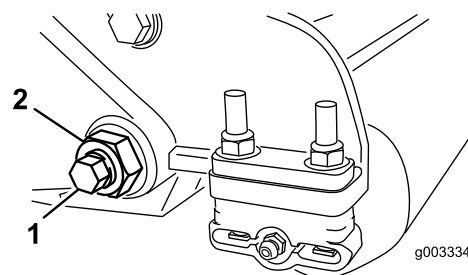
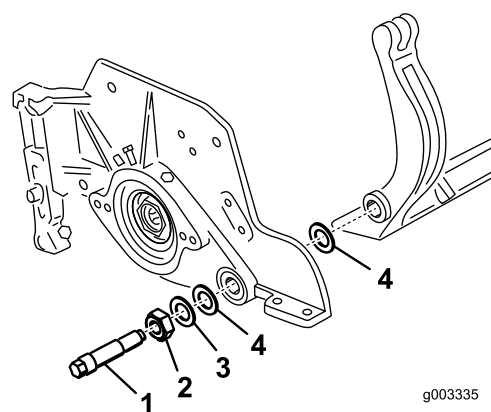
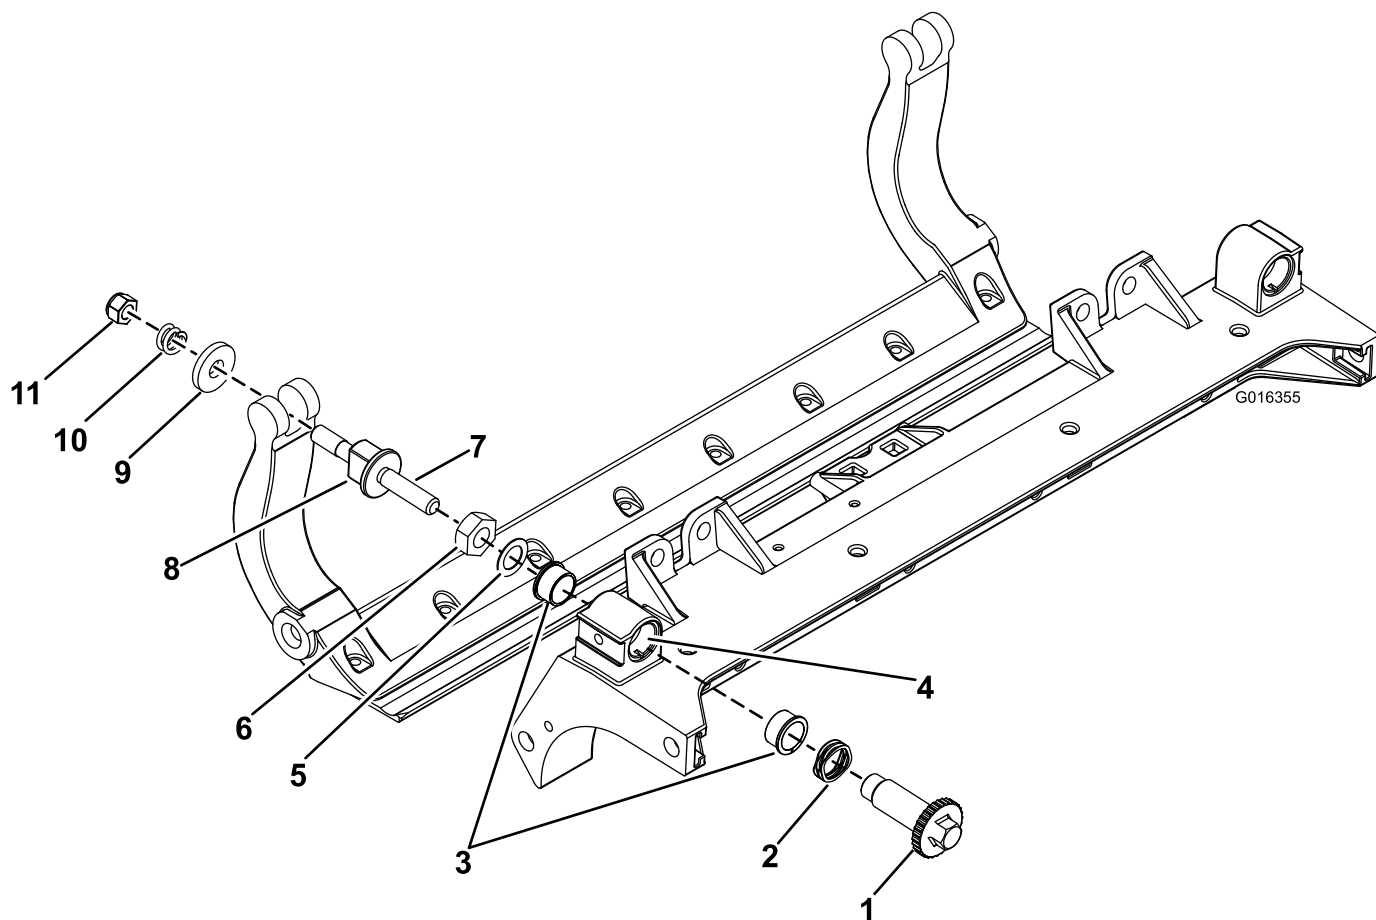

Figura 29
Figura 30
Figura 32
3. En cada lado de la máquina, afloje la contratuerca que fija el perno de la barra de asiento (Figura 29).
4. Retire cada perno de la barra de asiento, para poder tirar de la barra hacia abajo y retirarla de la máquina (Figura 29). Guarde las 2 arandelas de nylon y la arandela de acero troquelado de cada extremo de la barra de asiento (Figura 30).
2. Fije la barra de asiento a cada chapa lateral con los pernos de la barra (con tuercas en los pernos) y las 6 arandelas. Debe colocarse una arandela de nylon en cada lado del saliente de la chapa lateral. Coloque una arandela de acero por fuera de las arandelas de nylon exterior (Figura 30). Apriete los pernos de la barra de asiento a 27-36 N m.
9. Sujete la barra de asiento a cada chapa lateral con los pernos de la barra (con tuercas en los pernos) y las 6 arandelas. Debe colocarse una arandela de nylon en cada lado del saliente de la chapa lateral. Coloque una arandela de acero por fuera de cada arandela de nylon (Figura 32). Apriete los pernos de la barra de asiento a 37-45 N m. Apriete las contratuercas hasta que la arandela de acero exterior deje de girar, y la holgura quede eliminada, pero no apriete demasiado ni desvíe las chapas laterales. Las arandelas del interior pueden tener cierta holgura (Figura 30).
1. Retire todas las piezas (consulte las *Instrucciones de instalación* del Kit HD DPA Modelo 120–7230 y Figura 32).
2. Aplique antigripante al interior del alojamiento de los casquillos del bastidor central de la unidad de corte (Figura 32).
3. Alinee los salientes de los casquillos con brida con las ranuras del bastidor, e instale los casquillos (Figura 32).
4. Instale una arandela ondulada sobre el eje del ajustador e introduzca el eje del ajustador en los casquillos con brida del bastidor de la unidad de corte (Figura 32).
5. Sujete el eje del ajustador con una arandela plana y una contratuerca (Figura 32). Apriete las tuercas de las ruedas a 20–27 N m.